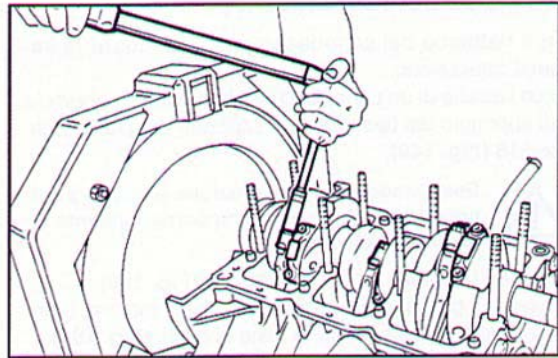

Fig. 145 ▲
- chiudere alla coppia di serraggio **C** prescritta le viti dei cappelli di biella (**Fig. 145**):
- tighten the screws of the big end caps to the prescribed torque **C** (**Fig. 145**):